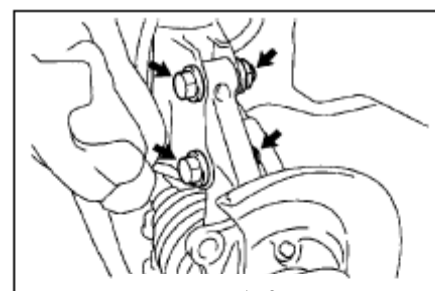

Рис. 153
10. Демонтируйте левый передний амортизатор, открутив 2 болта как указано на рисунке(рис. 153)